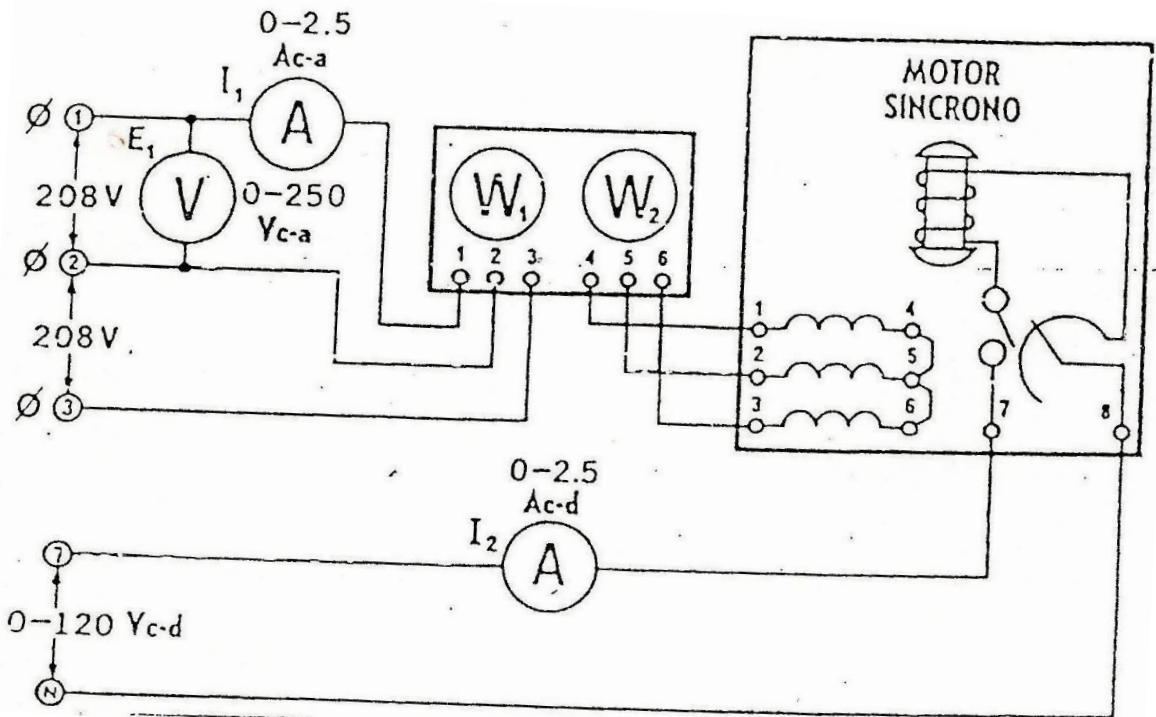

Figura 3
10. a) Conecte el circuito que aparece en la figura 3, utilizando los módulos EMS del motor/generador síncrono, el vatímetro, fuente de alimentación y módulos de medición. Observe que los devanados del estator están conectados, a través del vatímetro, a la salida fija de 208 V, 3 ϕ de la fuente de alimentación, terminales 1, 2 y 3. El devanado de rotor está conectado, a través del amperímetro, a la salida variable de 0-120 Vc-d de la fuente de alimentación, terminales 7 y N. La perilla de control de voltaje debe estar en cero.